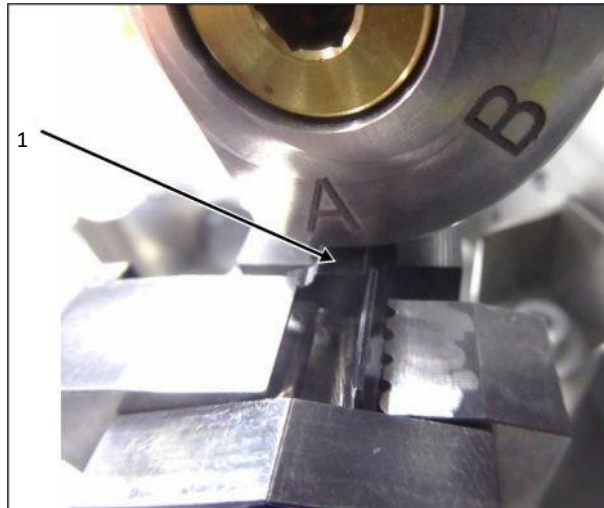

Bild 18: Avläggningsbord för hylsor
- Dra avläggningsbordet för hylsor (bild 18, pos. 1) framåt.